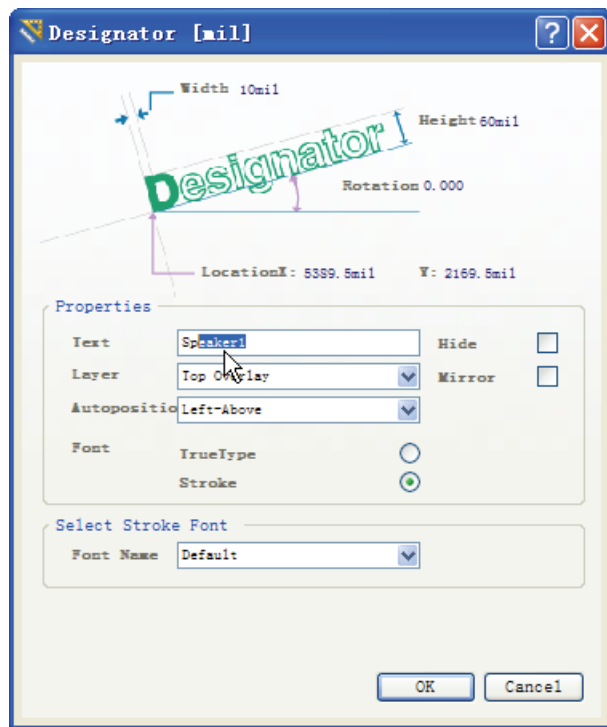

图 11-15 编辑文字标注对话框
(1) 移动元件的方法：执行菜单命令【Edit】→【Move】，单击要选中的元件，此时光标变为十字形，然后拖动鼠标，则所选中的元件会被光标带着移动，先将元件移动到适当的位置，右击即可将元件放置在当前位置；或执行菜单命令【Edit】→【Move】后，单击元件选中，同时按住鼠标左键不放，此时光标变为十字形，然后拖动鼠标，则所选中的元件会被光标带着移动，先将元件移动到适当的位置，松开鼠标左键即可将元件放置在当前位置。
(2) 旋转元件的方法：执行菜单命令【Edit】→【Move】，单击要选中的元件，此时光标变为十字形，元件被选中，按空格键，每次可使该元件逆时针旋转 90°。
(3) 元件标注的调整方法：双击待编辑的元件标注，弹出如图 11-15 所示的编辑文字标注对话框。
在图 11-15 中将元件“Speaker1”文字标注改为“Sp”，也可以对字体的高度、字体的宽度、字体的类型等参数进行设定。移动文字标注和移动元器件的操作相同。